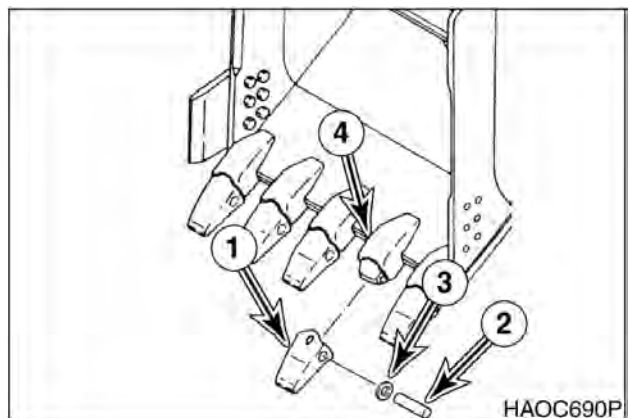

Рис. 94
2. Чтобы заменить зуб (1, рис. 94), использовать молоток и зубило, чтобы сдвинуть стопорный штифт (2) и стопорную шайбу (3) с адаптера зуба (4).